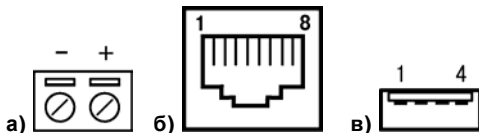

Рисунок 3.2 – Вид разъемов: разъем питания (а), Ethernet порт (б), разъем USB (в)
- разъем питания постоянного тока (см. рисунок 3.2, а);
- соединитель интерфейса Ethernet типа RJ45 (см. рисунок 3.2, б). Монтаж контактов порта Ethernet приведен в таблице 3.1;
- два высокоскоростных USB 2.0 порта (см. рисунок 3.2, в); которые могут использоваться для подключения USB flash накопителей, либо иных устройств через адаптер USB.